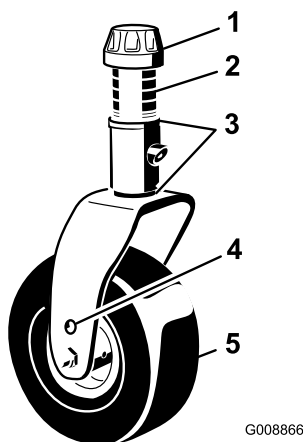

図 24
3. キャスタのシャフトからテンショニングキャップを外す（図 24）。そして、キャスタアームからシャフトを抜き出す。最初についていたように、キャスタシャフトにシム（3mm）を 2 枚セットする。適正数のスペーサシャフトにセットして希望の刈高にする。
4. キャスタシャフトを前キャスタアームに押し込む。シムを取り付け（最初についていたように）、残りのスペーサをシャフトに取り付ける。テンショニングキャップを取り付けてアセンブリを固定する（図 24）。